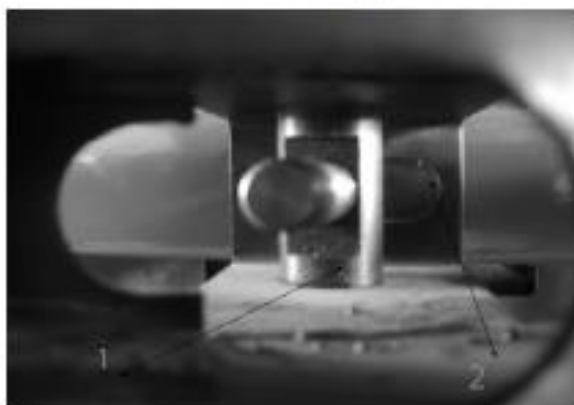

Рис. 4-7
4.2.10 Вставьте шток из отверстия скользящей втулки разборочного устройства (Рис.4-7-1). Скользящая втулка должна смотреть наружу (Рис.4-7). Вверните болты, снятые с передней части штока поршня.